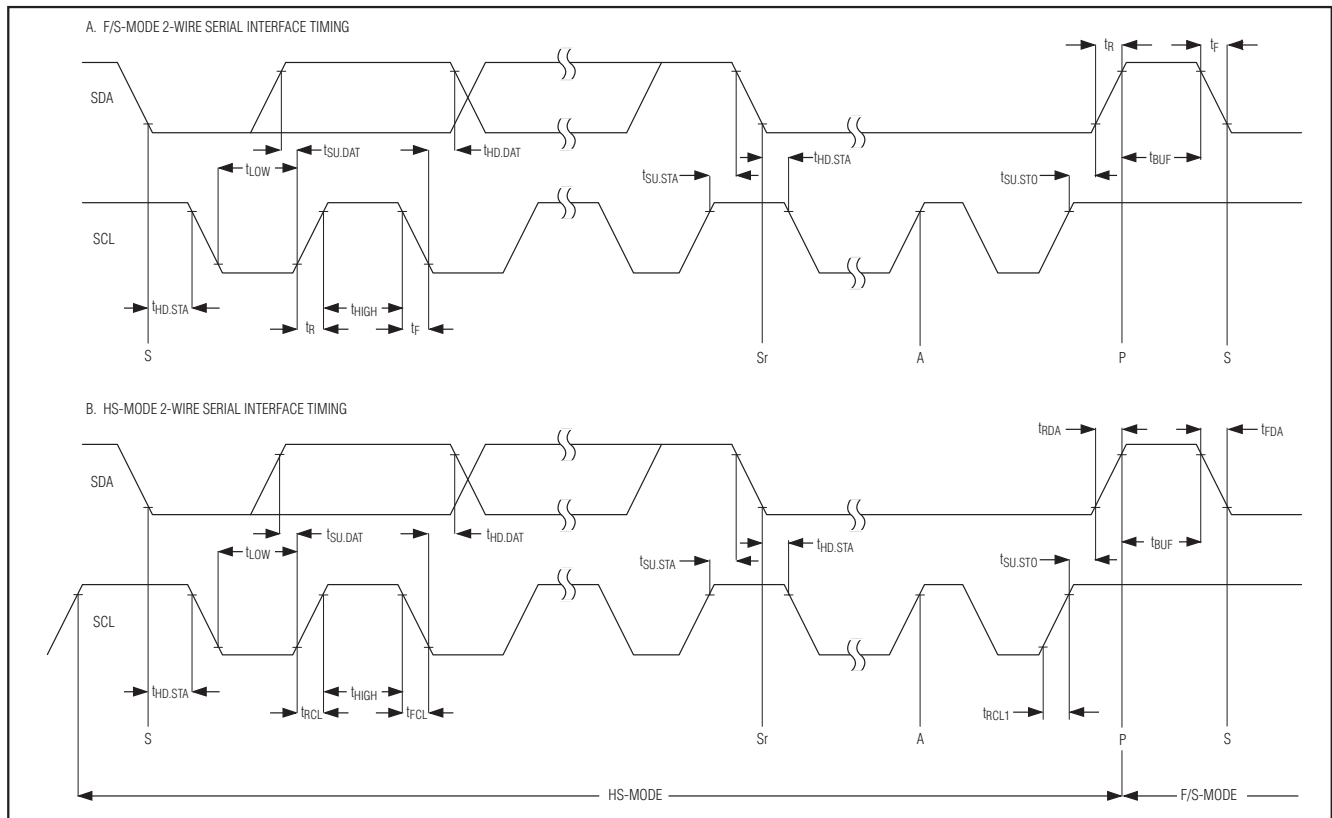

図1. 2線式シリアルインタフェースタイミング図
TIMING CHARACTERISTICS (Figure 1)
TIMING CHARACTERISTICS (Figure 1) (continued)
- Note 10:** A master device must provide a data hold time for SDA (referred to V_{IL} of SCL) in order to bridge the undefined region of SCL's falling edge (see Figure 1).
22.2kspsまでの変換レートが可能です。MAX1136~MAX1139は、最高94.4kspsの変換レートを達成するには、ハイスピードモード(HSモード)で動作する必要があります。図1はMAX1136~MAX1139の2線インタフェースのバスタイミングを示しています。